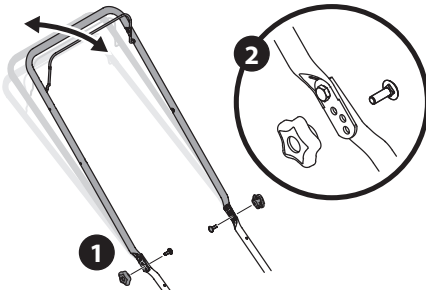

Figure 25
1. Retirez les écrous papillon et les boulons de carrosserie du guidon. Voir Figure 25.
2. Ajustez le guidon dans une des trois positions. Voir l'encadré de la Figure 25.